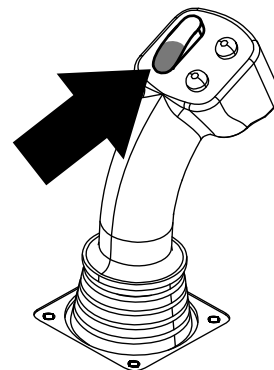
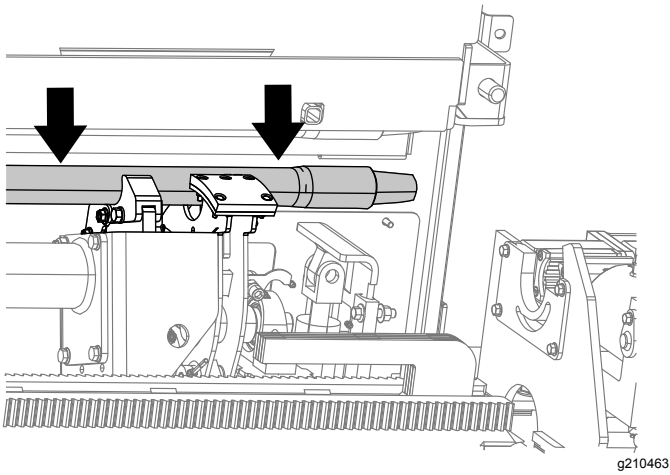

Bild 26
Bild 27
3. Halten Sie den unteren Teil des Kippschalters (Bild 26), bis die Nocken sich zur ausgewählten Reihe dreht und das Rohr sich in die Öffnung absenkt (Bild 27).